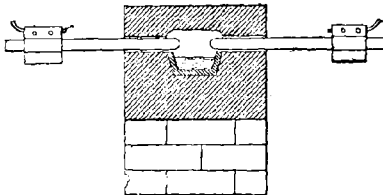

Fig. 89. Four Moissan.
M. Moissan cherche à en obtenir d'artificiels par son four électrique (fig. 89).